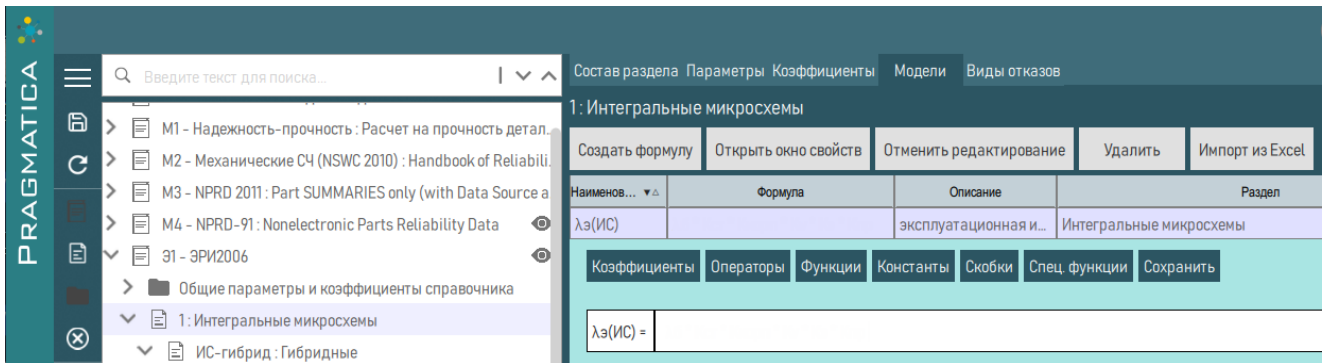

Рисунок 107 – Редактирование формулы для модели
7) В открывшемся окне в поле для ввода ввести формулу модели, при необходимости использовать функции кнопок (таблица 7), расположенные над полем для ввода формулы модели (рисунок 107).